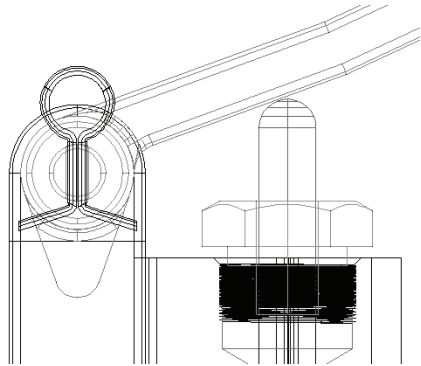

图 11-197 移动销后的图形(一)
4) 移动销: 单击“修改”工具栏中的“移动”按钮, 以坐标点(0,0,0)为基点移动, 第二点坐标为(-37,122.5,0)。如图 11-197 所示。